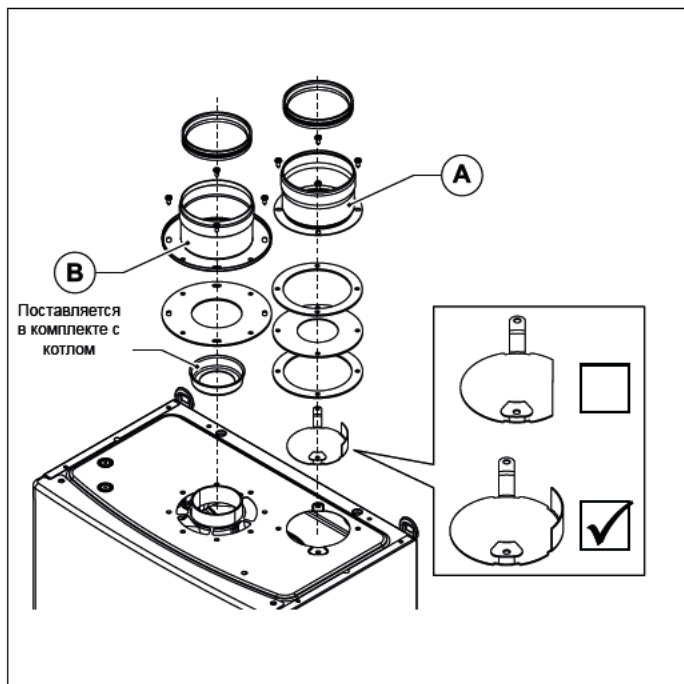

Рис. 8 OSDOPPIA13
- Смонтируйте соответствующий дефлектор воздуха (смотри Рис. 8 0SDOPPIA13).